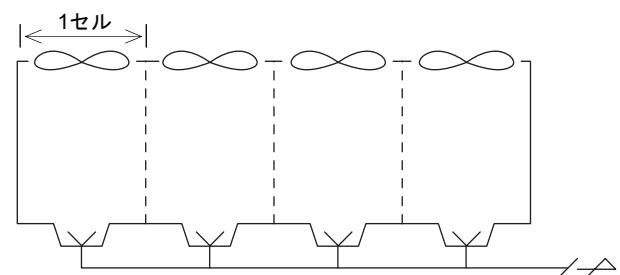

図14 冷却塔(複数セルによる構成)
複数のセルにて構成される冷却塔（図14）でファンの台数制御を行う場合は、セルごとに水温が異なることがありますので、本製品一台での台数制御はできません。別途代表温度で制御してください。
- \* 冷却塔のファンは、冷凍機の冷却水下限値までは停止させない方が冷凍機COPが上がり、トータルエネルギーで省エネになるため、複数のセルにて構成される冷却塔（図14）でも台数制御は推奨しません。